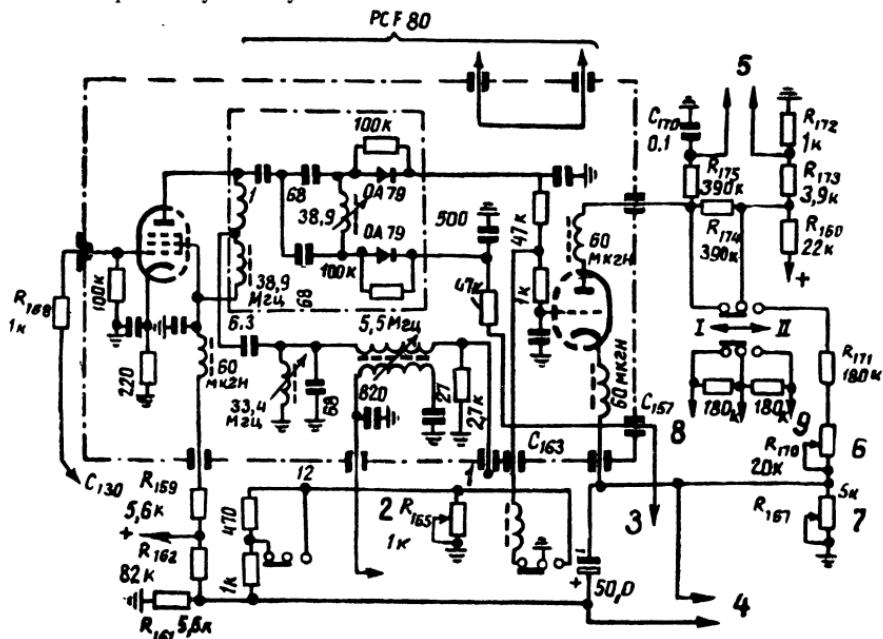

Рис. 35. Схема блока автоматической подстройки частоты гетеродина в телевизорах фирмы Nordmende:
На рис. 35 изображена схема блока АПЧГ фирмы Nordmende. На пентодной части лампы PCF 80 выполнен дополнительный усилитель промежуточной частоты, на полупроводниковых диодах OA79 — каскад дискриминатора. Фильтр (1) настроен на промежуточную частоту изображения 38,9 Мгц. При изменении частоты гетеродина на нагрузке дискриминатора (два сопротивления по 47 ком) образуется